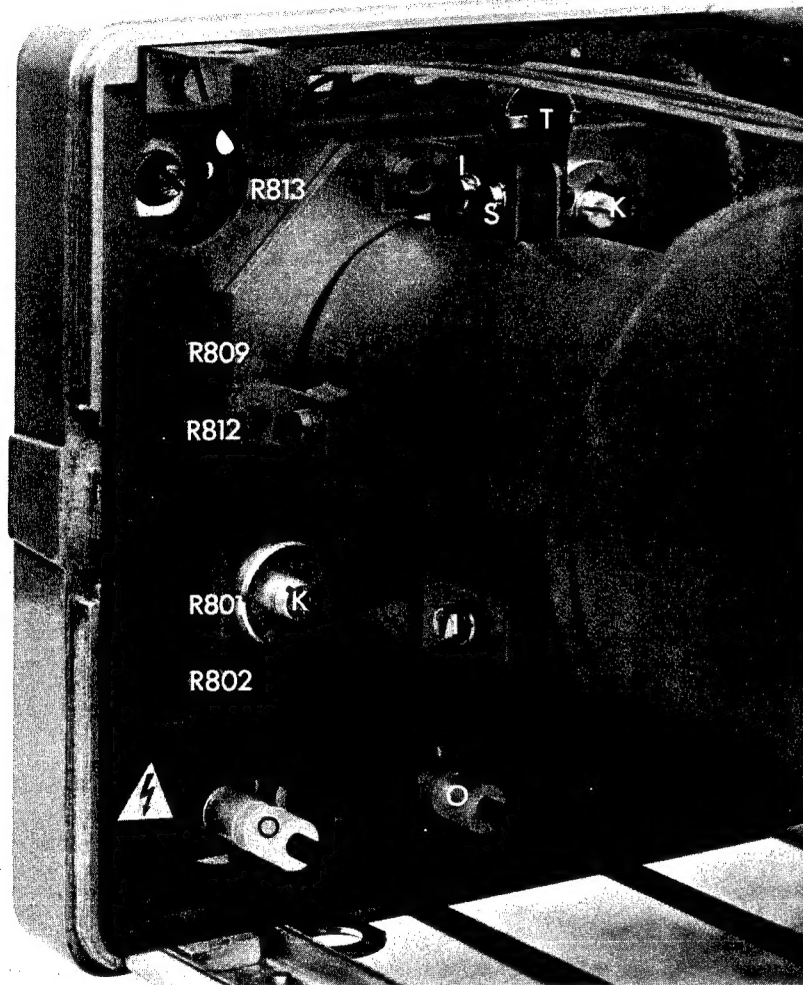

Abb. 2.21. Abgleichelemente
- Prüfen, ob die Zeitablenklinie genau parallel zu den waagerechten Rasterlinien verläuft. Eine Korrektur ist mit Potentiometer R813 möglich (Abb. 2.21.).